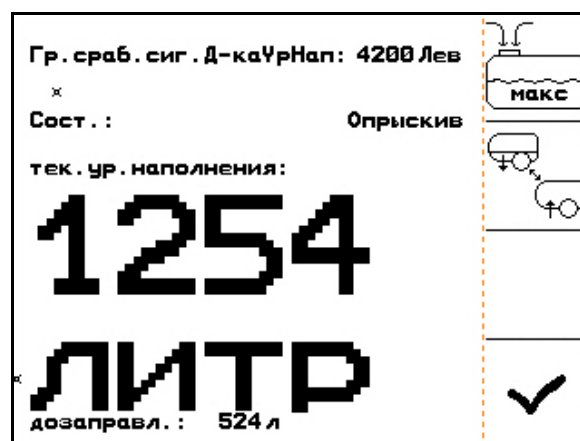

Рис. 69
3. Нажатием  вызовите меню "Наполнение" (Рис. 69).